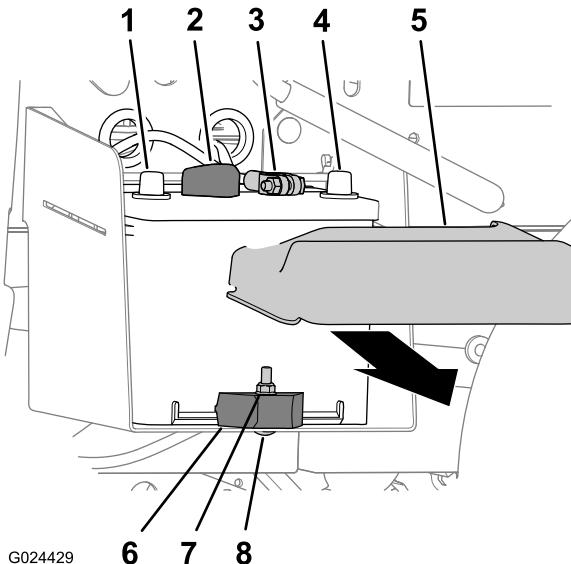

图 46
- 挤压电池盖的侧面从电池顶部取下电池盖 图 46。
- 将负极电池接线与电池的端子断开 图 46。
- 将正极电池接线与电池的端子断开 图 46。
- 卸下将电池固定到电池托盘的锁紧螺母、托架螺栓和电池夹 图 46。
- 从电池托盘中取出电池 图 46。
1. 将电池与机器的电池托盘对齐 图 46。
- 注意** 如 图 46所示确保电池的正极和负极对齐。
2. 用电池夹、托架螺栓和锁紧螺母将电池固定到电池托盘 图 46。
1. 将正极电池接线连接到电池的端子 图 46。
2. 将负极电池接线连接到电池的端子 图 46。
3. 将电池盖安装到电池的顶部 图 46。